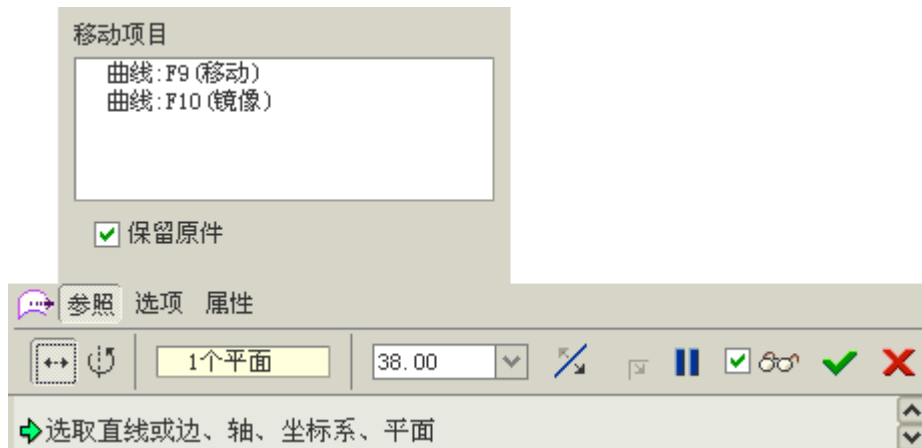

图 40-14
- (2) 选择 RIGHT 基准平面为移动参照，各选项相应设置如图 40-14 所示。